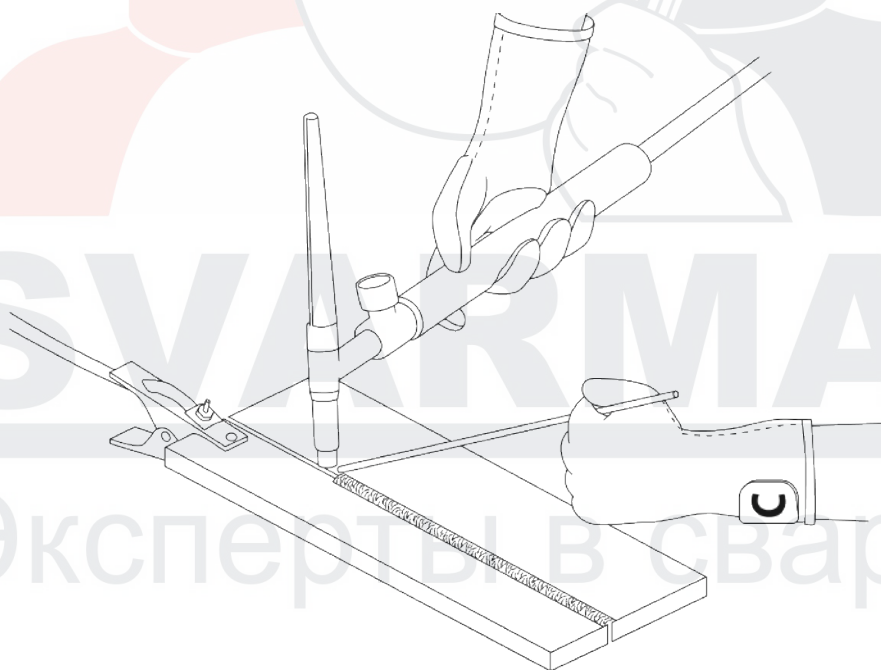

Рис. 11.5. Перед началом работы.
5. Начинайте сварочный процесс (См. рис. 11.5).
Перед началом работы не забудьте проверить следующее (См. рис. 11.5):